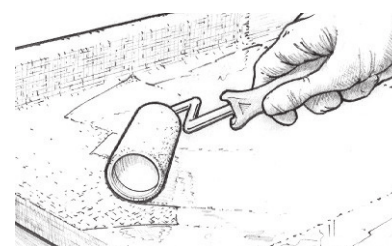

图29 在浸湿的织物变得无粘性之前，在表面抹上涂层，以填充织物。
8. 在浸湿的织物变得无粘性之前，在表面抹上涂层，以填充织物（图29）。按照下一节中关于最后涂层的步骤，进行操作。需要两层或三层涂层，才能完全填满织物的编织层，并提供足够厚的涂层，使得最后的铺砂不会影响织物。